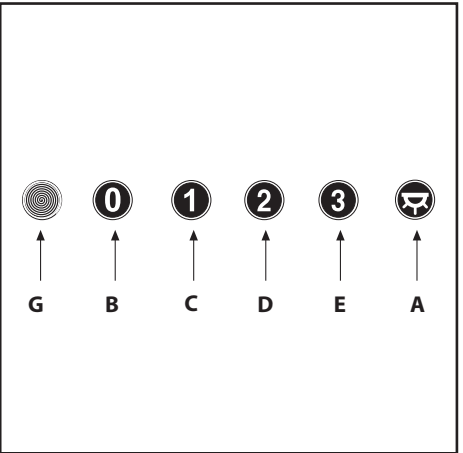

Fig.5
- **Kontroller:** (Fig.5) zijn de symbolen hieronder weergegeven: